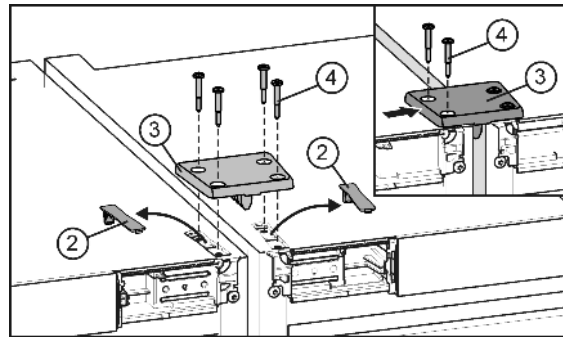

Fig. 5
- ▶ Faire désencliqueter les caches Fig. 5 (2) et les enlever.
- ▶ Mettre en place la plaque de jonction Fig. 5 (3) et la fixer provisoirement au moyen de deux vis Fig. 5 (4) à un appareil.